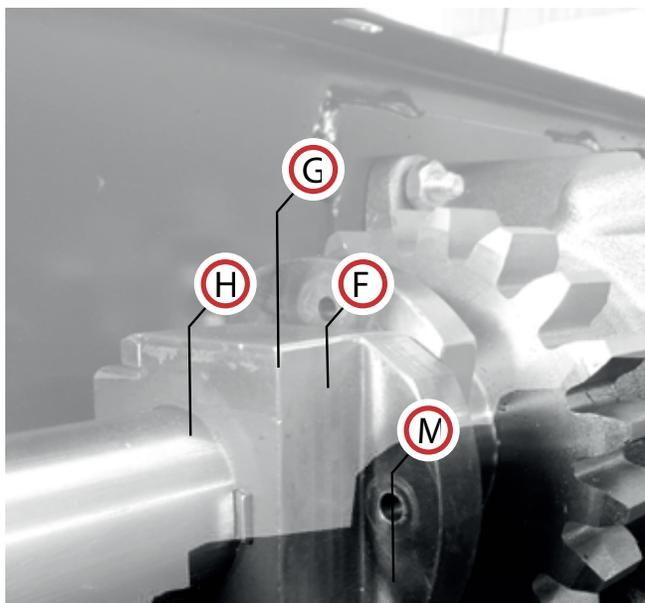

Fig.5
En este caso, necesita remplazar el eje (M) o el engrane (G) (Fig. 5). Si ambos están dañados, por favor replácelos.